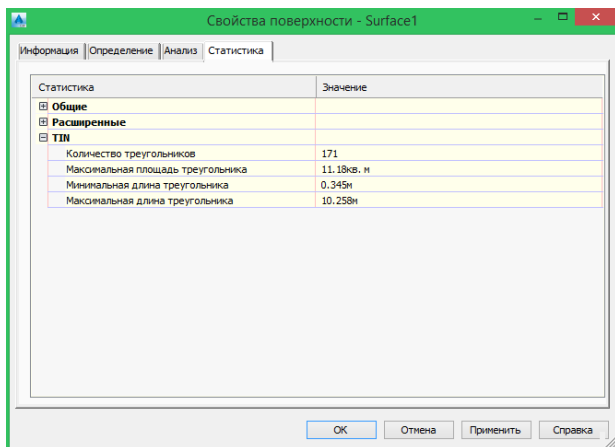

Рис. 19. Окно свойств поверхности
11. Для просмотра статистических данных о модели в коллекции «Поверхности» надо щелкнуть правой кнопкой мыши по названию поверхности, перейти в строку «Свойства поверхности» и раскрыть блок «Статистика» (рис. 19).